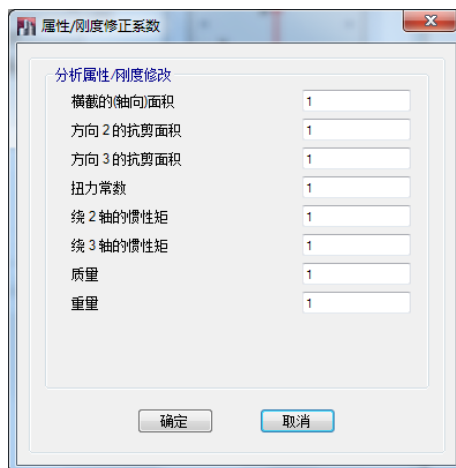

图 3-8 属性/刚度修正系数对话框
5. 点击修改/显示修正按钮，弹出属性/刚度修正系数对话框，如图 3-8 所示。如有需要，可以通过放大或折减截面刚度系数来考虑不同因素的影响，点击确定按钮关闭对话框：